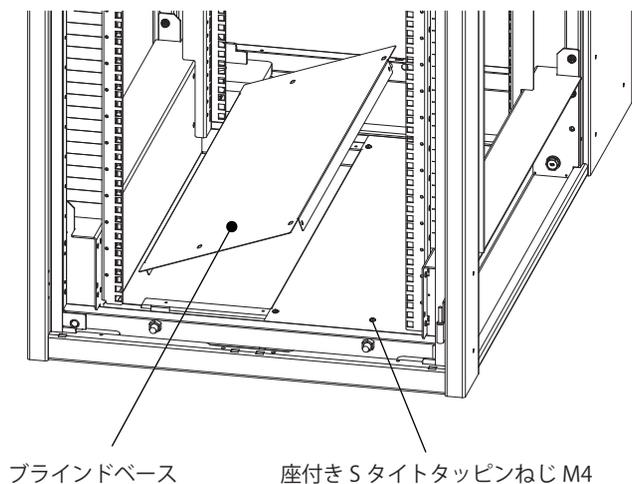

図 3
2. ブラインドベース左右の合わせ目部分を少し持ち上げてスライドして取り外してください。(図 3)